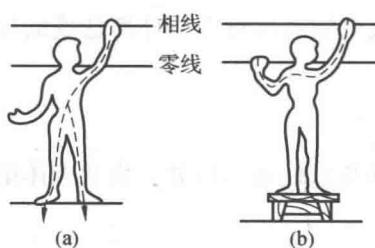

图1-1
(1) 单相触电。人体触及三相电源中任意一根相线，而又同时和大地接触，称为单相触电，如图1-1(a)所示。接地电阻按国家规定，最大不允许超过 $4\Omega$ ，通常用圆钢或角钢作接地板，接地板深度不小于2m。设电源电压为220V，人体电阻为 $800\Omega$ ，这时通过人体的电流为 $220/(800+4)=274\text{ mA}$ ，远远超过 $50\text{ mA}$ ，所以会对人体构成危险。
(2) 两相触电。如果人体同时触及三相电源的任意两根相线，称为两相触电，如图1-1(b)所示。此时，通过人体的电流为 $380/800=475\text{ mA}$ ，因此，两相触电比单相触电的危险程度更大。